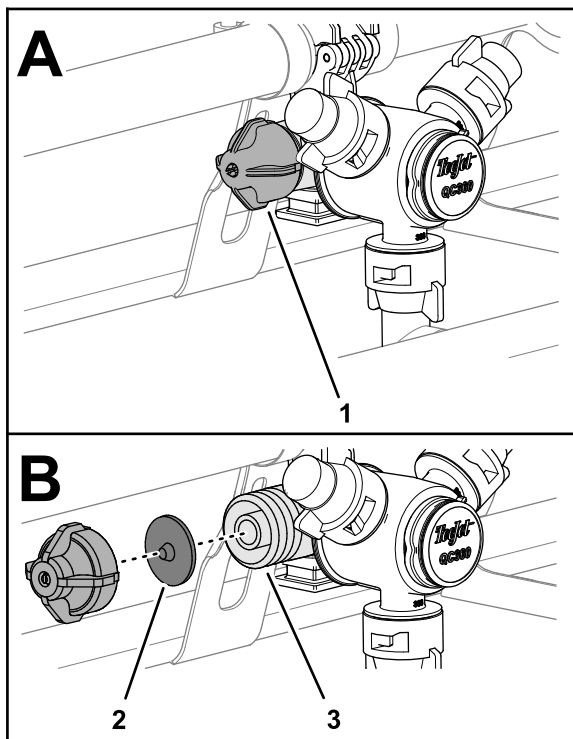

Figura 32
1. Ruotate il tappo della membrana in senso antiorario e rimuovete il tappo dal corpo dell'ugello (Figura 32).
2. Rimuovete la membrana della valvola di ritenuta dal tappo o dal corpo dell'ugello (Figura 32).
3. Pulite il tappo, la membrana e il corpo dell'ugello con acqua pulita (Figura 32).
4. Montate la membrana nel tappo con la punta della membrana rivolta verso il tappo (Figura 32).
5. Montate il tappo e la membrana sul corpo dell'ugello e serrate manualmente (Figura 32).